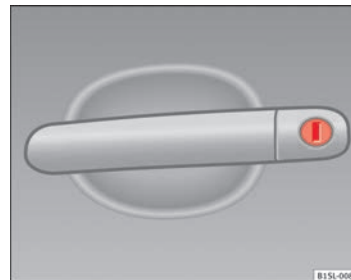

Abb. 132 Türgriff an der Fahrertür mit Schließzylinder.
- Schlüsselbart in den Schließzylinder stecken und Fahrzeug ent- bzw. verriegeln ⇒ Abb. 132.